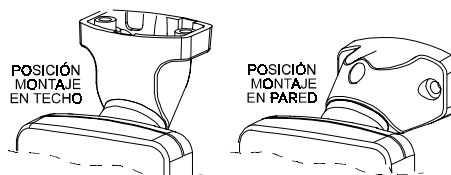

Figura 7. Posiciones rótula pared y techo
- E. Gire la rótula a la posición deseada (vea Figura 7) pero no apriete el tornillo del todo todavía.